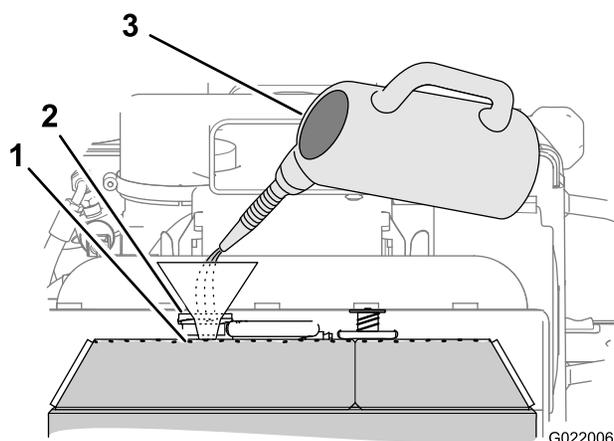

Figura 84
3. Adicione a mistura especificada de líquido de arrefecimento no radiador até o nível beirar o topo do tubo de enchimento (Figura 84).